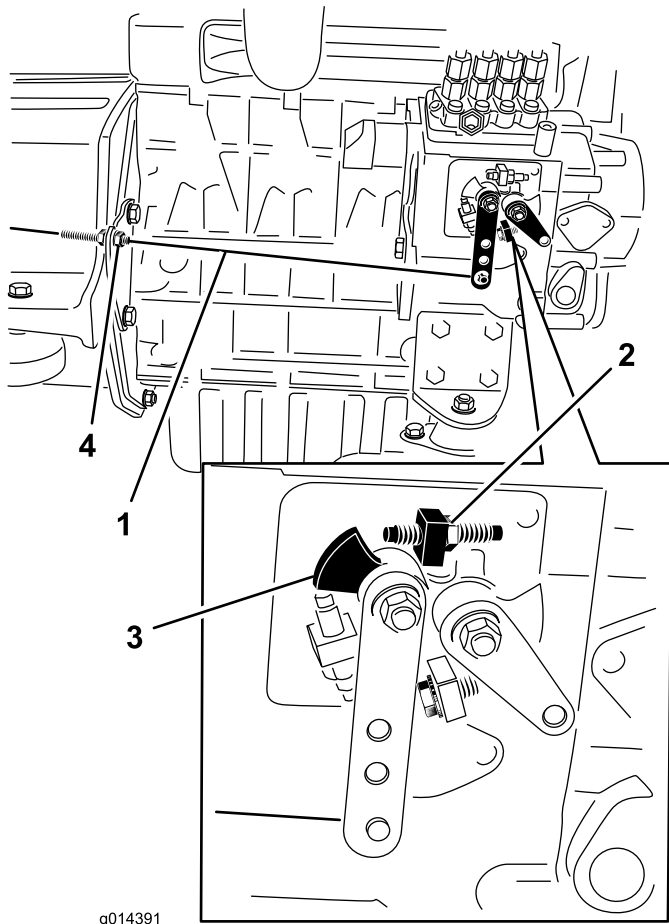

図 46
2. エンジンの燃料噴射ポンプについている速度コントロール・レバーの位置を確認する。スロットル・コントロール・レバーをFAST位置（ディテント位置）にセットした状態で、速度コントロール・レバーが高速ねじに接触していれば適正（図 46）。
3. 必要であれば、スロットル・コントロール・ケーブルのジャム・ナットの位置を調整して、スロットル・コントロール・レバーをFAST位置（ディテント位置）にセットした時に速度コントロール・レバーが高速ねじに接触するようにする（図 46）。